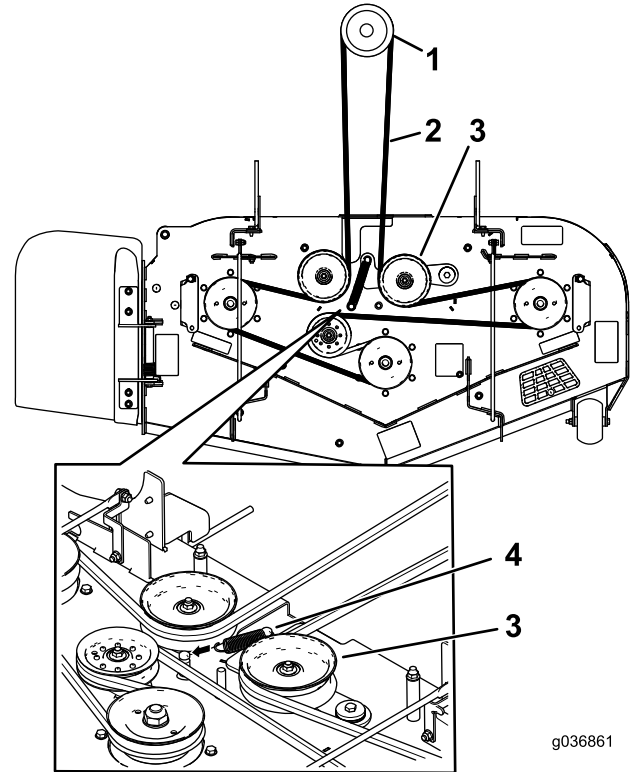

Figure 64
10. Acheminez la courroie neuve autour des poulies du plateau de coupe et de la poulie d'embrayage, sous le moteur (Figure 64).
11. Montez le ressort de la poulie de tension (Figure 64).